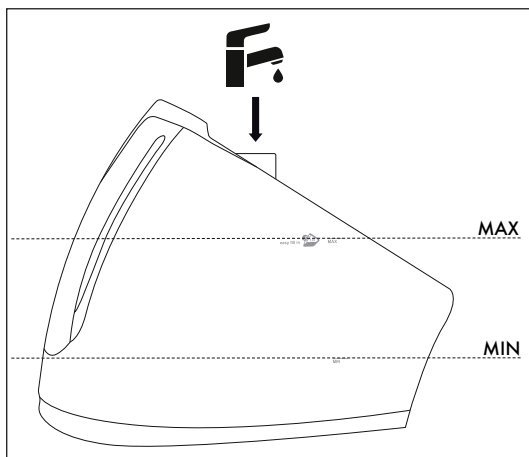

Fig. 4
- 3) Fyld vandbeholderen ⑩ mindst op til markeringen **MIN** med vand gennem påfyldningsåbningen ⑨. Fyld dog aldrig mere på end op til markeringen **MAX** på vandbeholderen ⑩ (se fig. 4).